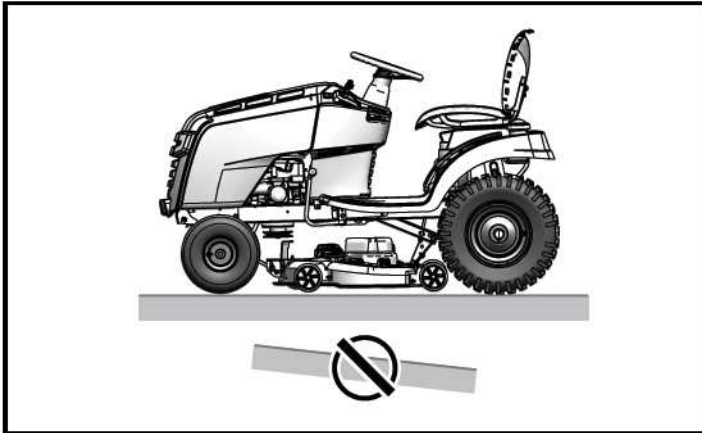

Figure 5
1. Placer le tracteur sur une surface horizontale (voir Figure 5).